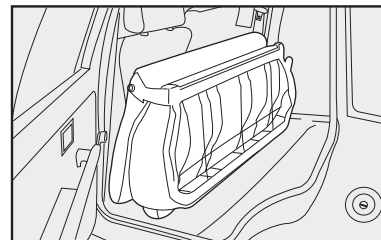

fig. 68
- 4) Incline hacia adelante el asiento trasero completo de manera que se obtenga una superficie de carga única fig. 68.